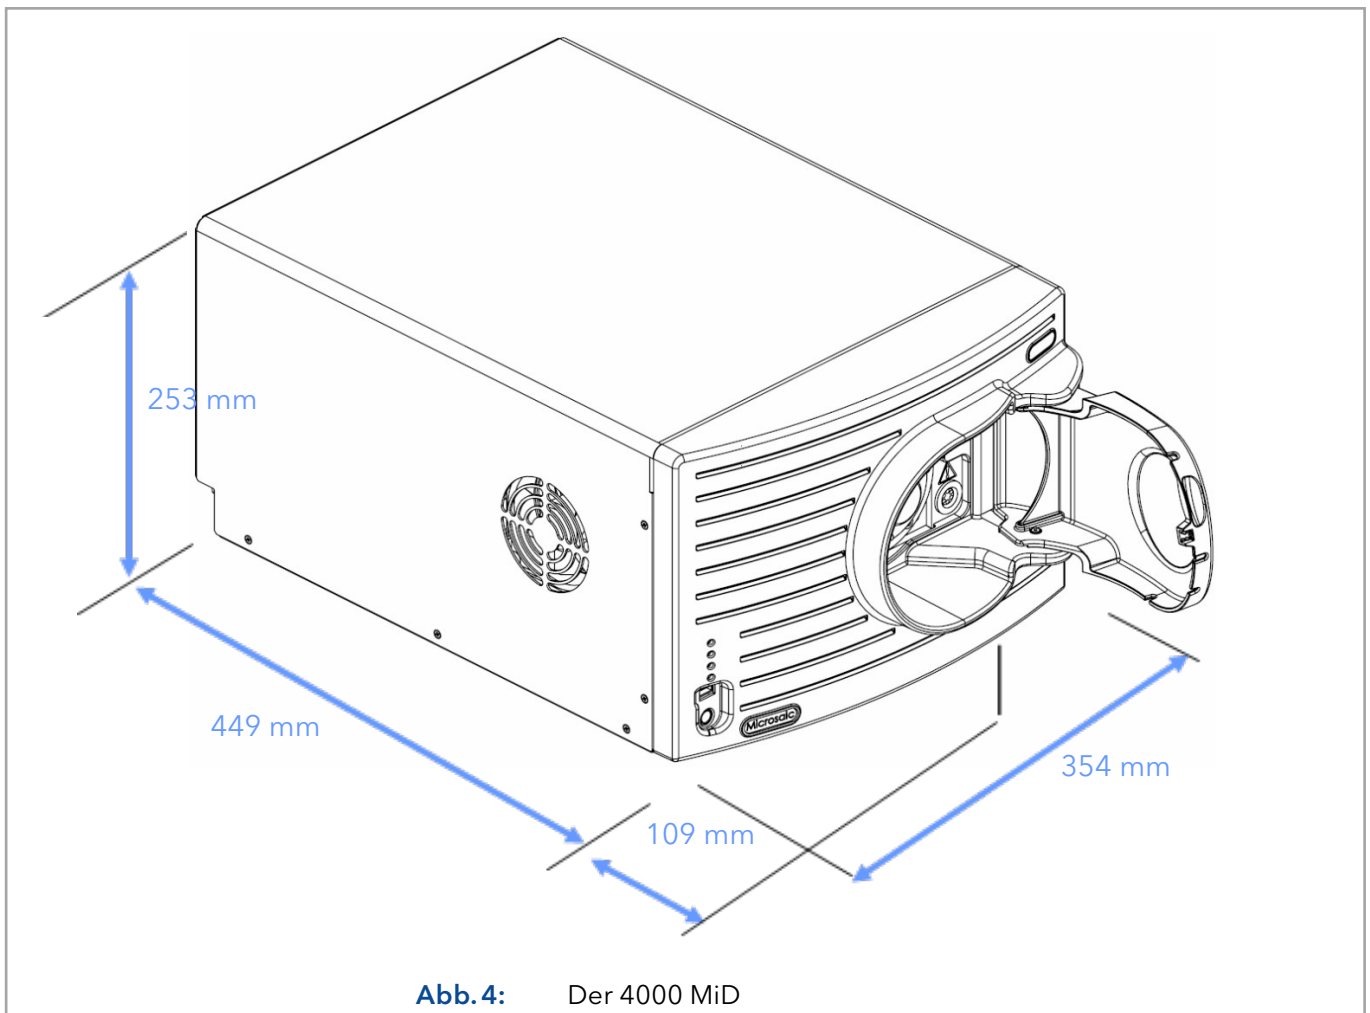

Abb.4: Der 4000 MiD
Abb.4 zeigt eine typische Konfiguration des 4000 MiD
3. Schalten Sie den MiD durch Betätigen der Einschalttaste auf der Frontplatte ein (siehe L in Abb. 4). Der eingebaute Computer durchläuft seine Startsequenz.